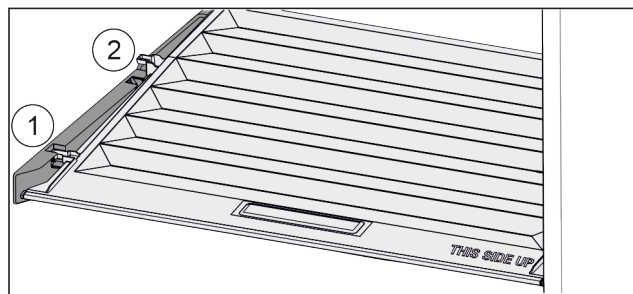

Fig. 128
- ▶ Pokrywę pociągnąć do przodu Fig. 128 (1), aż otworzy się w elementach trzymających.
- ▶ Podnieść tył od dołu i w wyjąć Fig. 128 (2) go do góry.